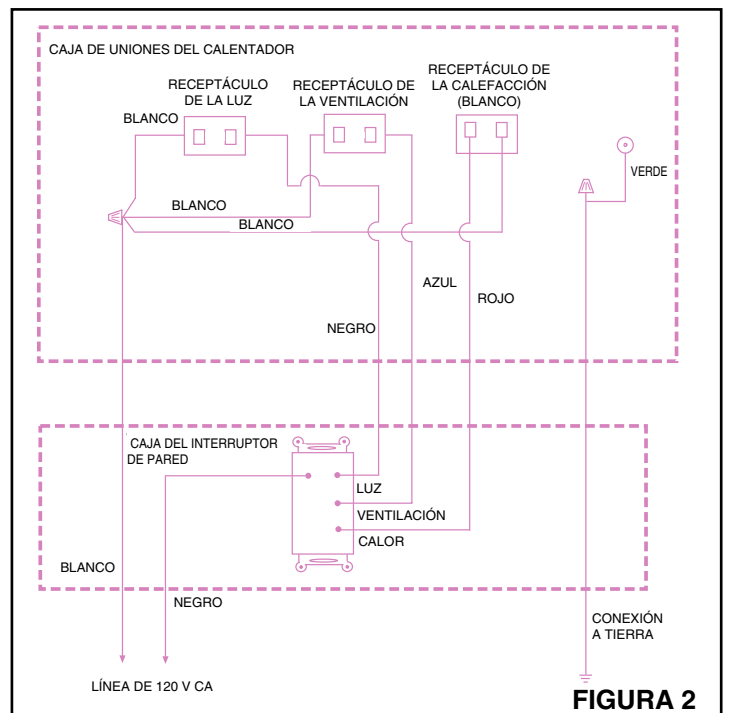

FIGURA 2
3. Refiérase a la figura 2. Conecte los cables blancos que están en la caja de uniones al cable blanco de alimentación eléctrica (neutro). Conecte el cable azul que está en la caja de uniones al cable de alimentación eléctrica que viene del interruptor de la ventilación. Conecte el cable negro al cable de alimentación eléctrica que viene del interruptor de la luz. Conecte el cable rojo que está en la caja de uniones al cable de alimentación eléctrica que viene del interruptor de calor. Conecte el hilo de tierra verde que está en la caja de uniones al suministro de tierra.
1. Refiérase a la figura 2. Coloque el reflector en la abertura que está en el centro de la rejilla. Las clavijas que están a cada lado de la abertura deben calzar dentro de las ranuras del reflector. Enchufe la lámpara en el receptáculo que está en el compartimiento del cableado.